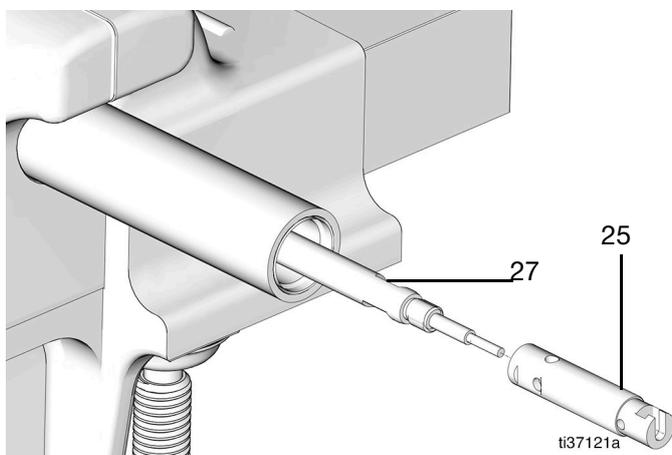
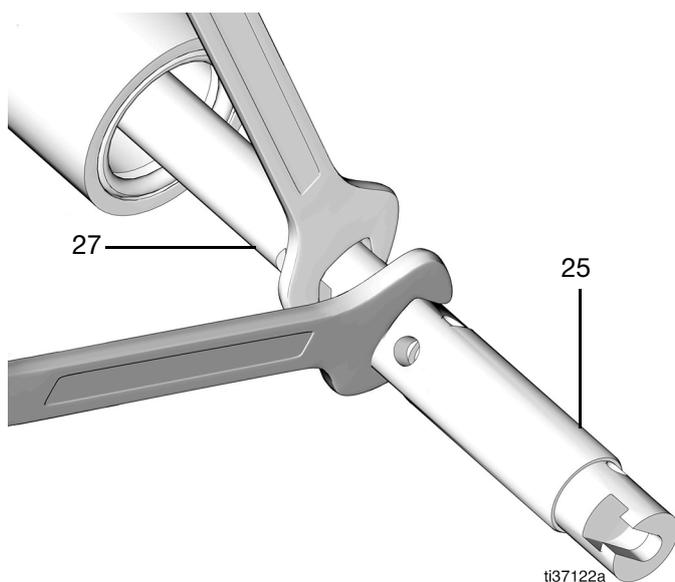

FIG. 57
FIG. 58
11. Appliquer un composé de colle pour filetages de force moyenne sur les filetages de la tige de pompe (27).
12. Placer le piston de pompe (25) sur l'extrémité de la tige de pompe (27) et serrer avec des clés (couple 10 pi.-lb/13,6 N•m) (FIG. 57 et FIG. 58).